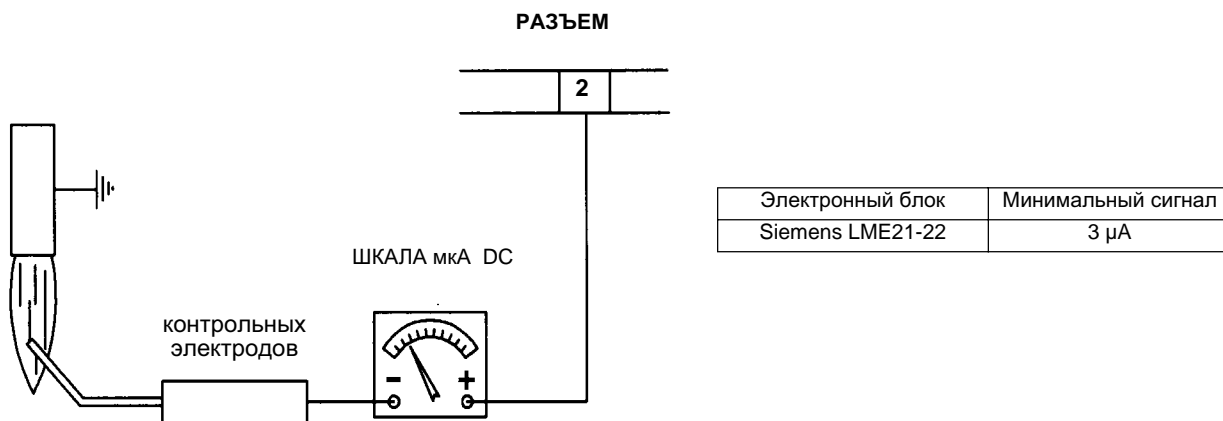
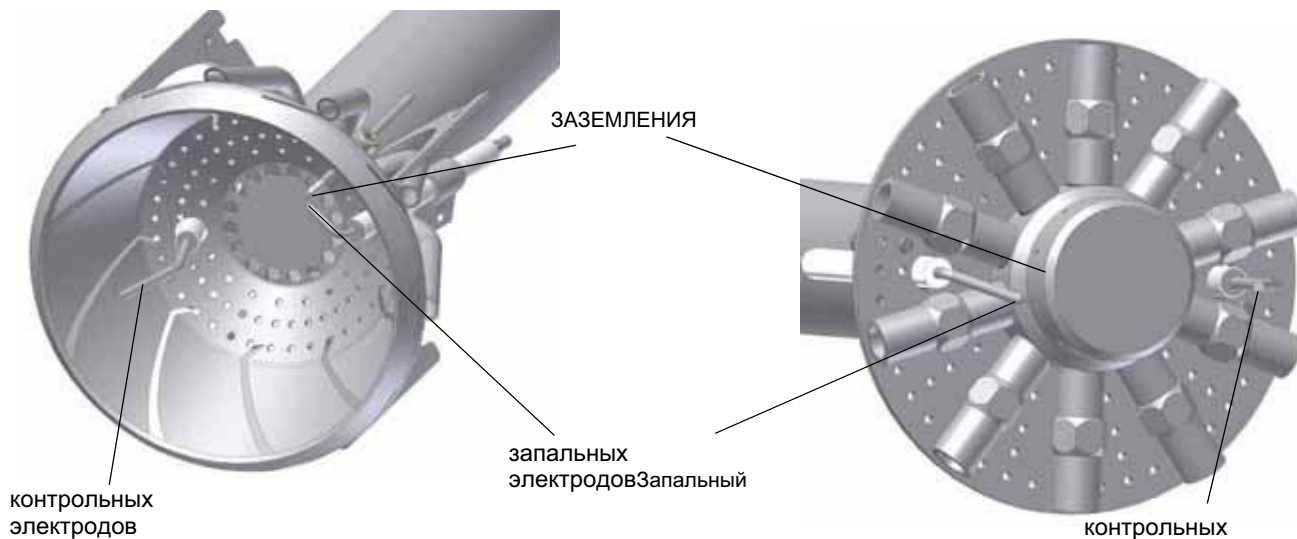

Рис. 64
Рис. 65
- Проверьте запальный и контрольный электроды, очистите, отрегулируйте и, при необходимости, замените (см. Рис. 65). В случае, если у вас есть сомнения, проверьте систему контроля после запуска горелки, следуя схемам на Рис. 64).
В случае блокировки горелки, необходимо провести следующие проверки. Чтобы измерить сигнал детектирования, следуйте схеме на Рис. 64. Если сигнал ниже указанного значения, проверьте положение контрольного электрода, электрические контакты и, при необходимости, замените контрольный электрод.
ВНИМАНИЕ: чтобы не подвергать риску работу горелки, избегать контакта запальных и контрольных электродов с металлическими частями горелки (голова сгорания, сопло и т.д.). Проверять положение электродов каждый раз после выполнения каких-либо работ на голове сгорания. Убедиться, что расстояние между запальным электродом и массой составляет 4 - 5 мм. (см. Рис. 65)